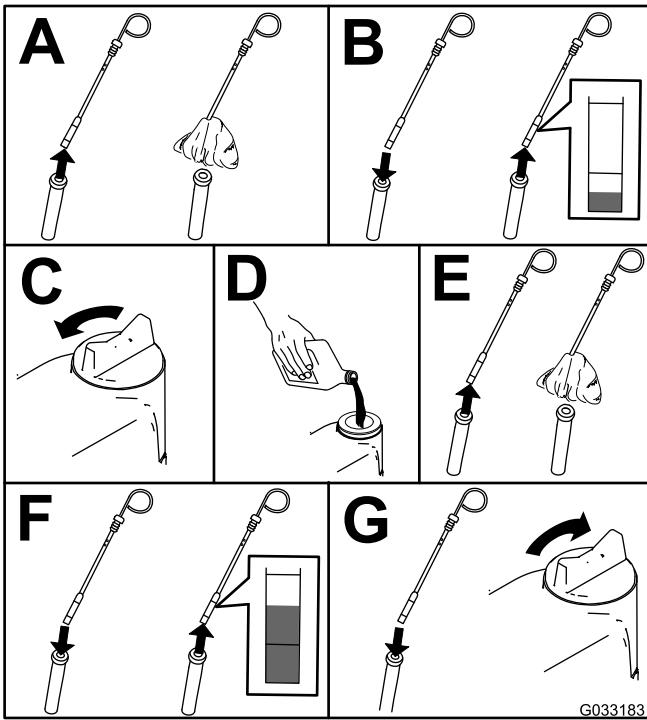

Рисунок 49
- Проверьте уровень масла в двигателе (Рисунок 49).